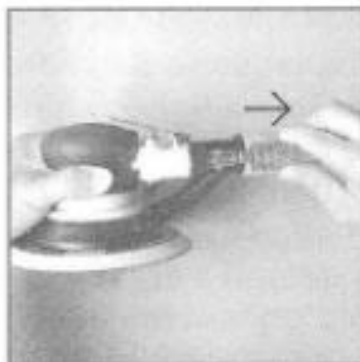

Рисунок 7
2. Отсоедините инструмент от источника воздуха (рисунок 7).
1. Отсоедините инструмент от источника воздуха (рисунок 7).
1. Отсоедините инструмент от источника воздуха (рис. 7).